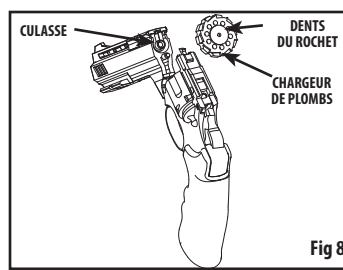

Fig 8
- Installez le chargeur de plombs sur le canon (les dents du rochet face à vous). (Figure 8)
- Remettez en place le chargeur vide (les dents du rochet face à vous) sur le canon. (Reportez-vous à la Figure 8)